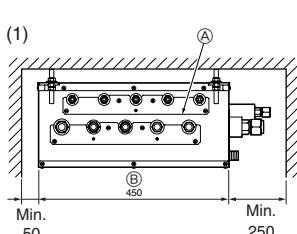

Fig. 4-4
#### (1) Önden Görünüm (Fig. 4-4)